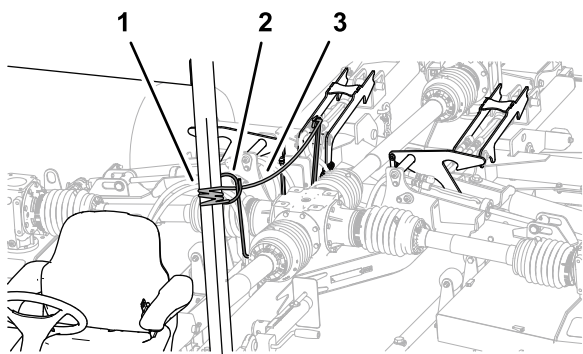

Figura 29
5. Puxe e segure a corda de bloqueio da plataforma (Figura 29).